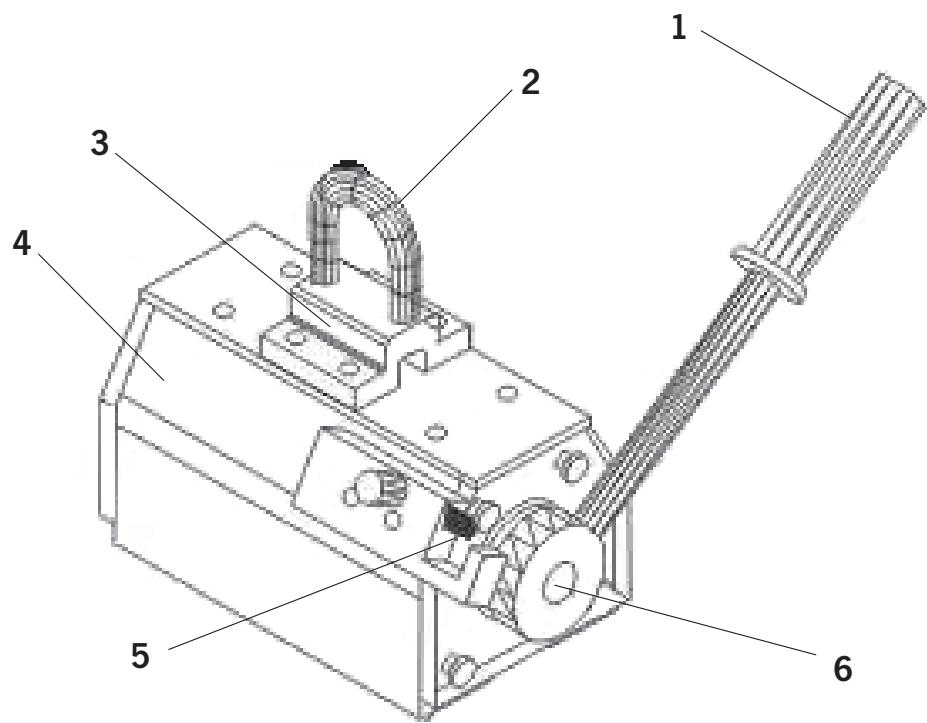

Fig. 5
- Le crochet du système de levage utilisé doit être adapté à la forme de l'anneau de suspension (fig.5) et ne doit en aucun cas avoir une capacité supérieure à celle de l'aimant.
- Avant toutes utilisations, la poignée (Fig. 5), qui peut être enlevée durant le transport de l'appareil, doit être vissée correctement dans son emplacement.